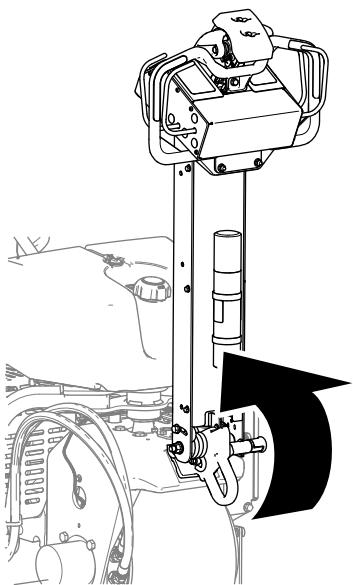

Figura 65
- Elevé totalmente el manillar para accionar el freno de estacionamiento (Figura 65).